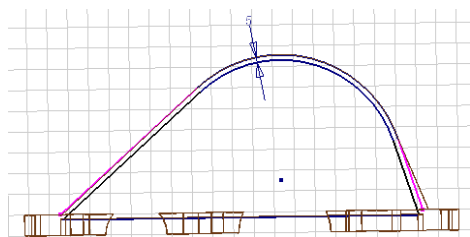

图 9-73 绘制拉伸的草图
②在这个工作平面上新建草图，单击【草图】标签栏【绘图】面板的【投影几何图元】工具按钮，将箱盖轮廓投影到草图中，然后单击【草图】标签栏【绘图】面板上的【偏移】工具按钮，将投影曲线偏移一定的距离，然后选择【直线】工具，将投影并且偏移得到的曲线首尾相连成为一个封闭的图形，并选择【尺寸】工具为其标注，如图 9-73 所示。
③单击【草图】标签上的【完成草图】工具按钮，退出草图环境，进入零件特征环境中，